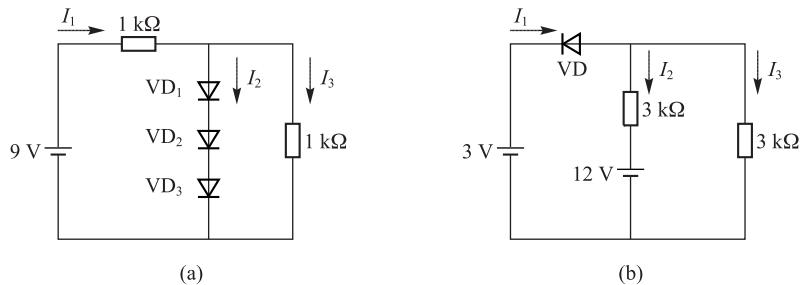

图 1-24 思考与练习题 3 图
- 如图1-24所示电路,二极管导通压降为0.7V,计算电路中各电流。